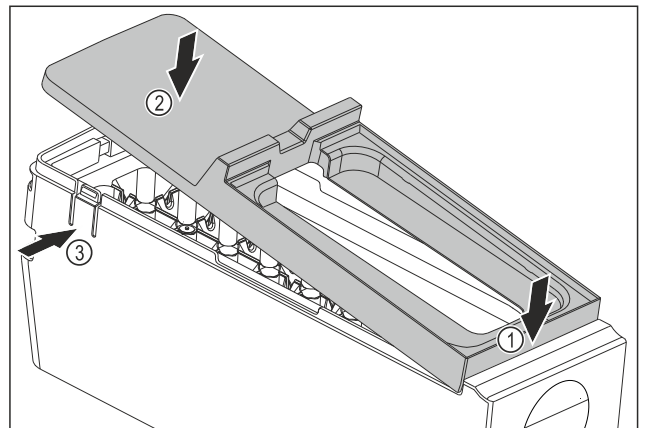

Fig. 115
- ▶ Montáž krytu korpusu EasyTwist-Ice: Nasadte kryt na přední stranu. Fig. 115 (1)
- ▶ Spusťte kryt vzadu dolů. Fig. 115 (2)
- ▷ Kryt slyšitelně zaklapne v obou lamelách Fig. 115 (3).